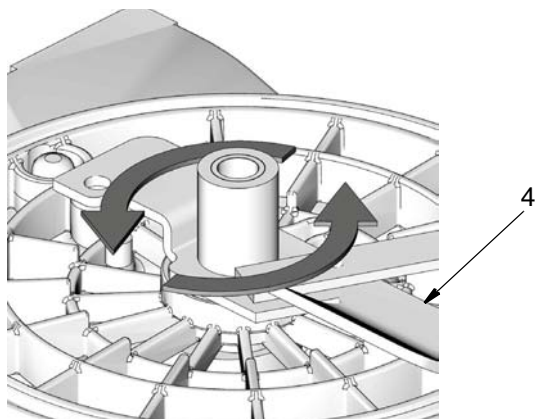

FIG. 13
4. Installer le levier de commande (4) sur la base de la G3. Tourner le levier **en sens antihoraire** jusqu'à ce qu'il soit fermement en place (FIG. 13). (L'illustration NE montre PAS le levier de bas niveau.)